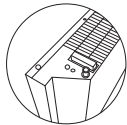

Рис. 7.
- перевернуть конвектор нижней частью вверх (рис. 7);